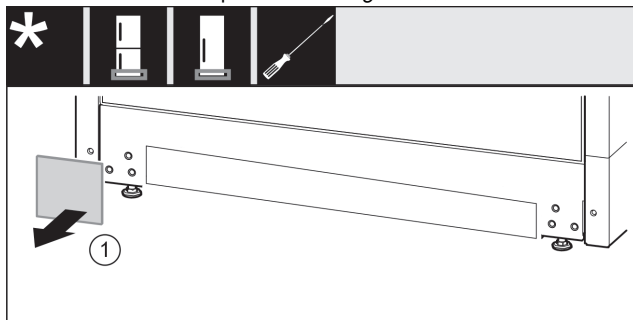

Fig. 12
- ▶ Снимите крышку. Fig. 12 (1)